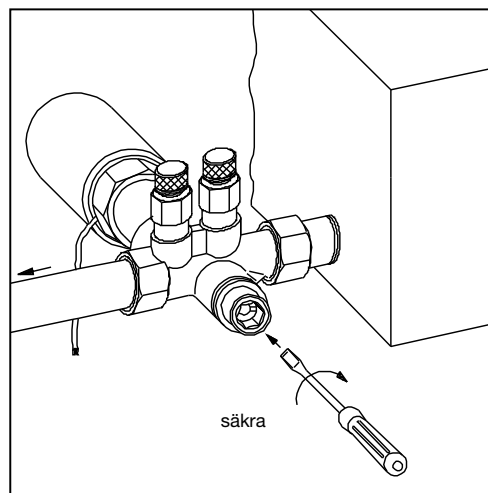

Bild 4:
- 3.3 Lossa insatsen med sexkantnyckeln SW 10 genom att vrida åt vänster, max. 1/4-varv (bild 4).
- 4.3 Ta bort tömnings- och fyllningsverktyget och dra åt insatsen med sexkantnyckel SW 10 max. 10 Nm (Bild 4).
- 4.4 Stäng armaturen genom att vrida insatsen med sexkantnyckeln SW 10 åt höger och dra åt med max. 10 Nm (bild 4).